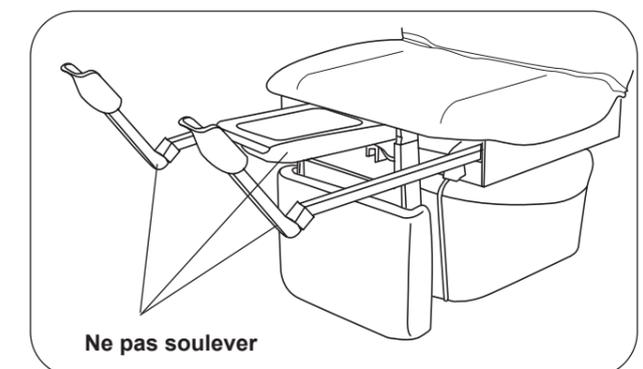

Figure 4. Étriers et plateau de traitement
3. Retirez le ruban adhésif des étriers (figure 4). Retirez la glissière du plateau de traitement et retirez le ruban adhésif des composants de l'ensemble du plateau de traitement. Remettez la glissière du plateau de traitement en position de rangement.